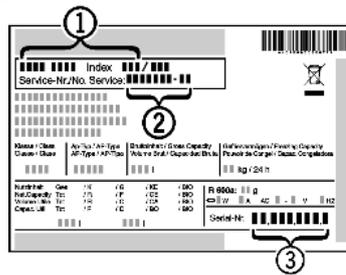

Fig. 64
▶ Consulter la désignation de l'appareil *Fig. 64 (1)*, le N° de service *Fig. 64 (2)* et le N° de série *Fig. 64 (3)* sur la plaque signalétique. La plaque signalétique se trouve à l'intérieur de l'appareil, sur le côté gauche.